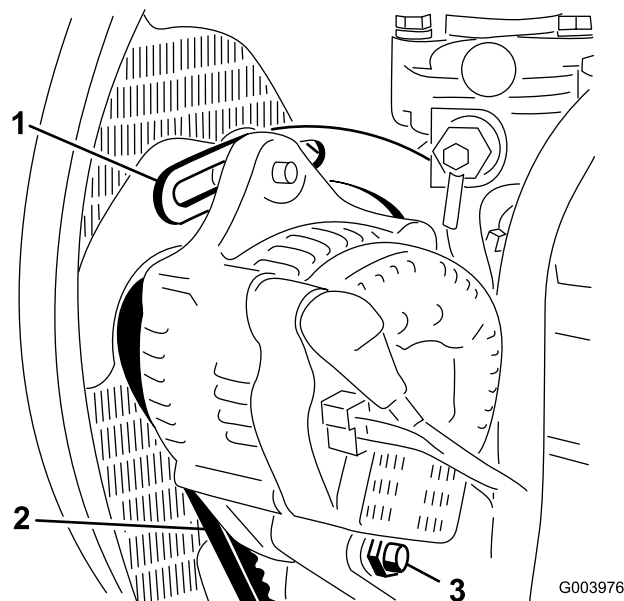

図 54
2. オルタネータ側プーリとクランクシャフト側プーリ間の中央部でオルタネータベルト(図 54)を指で10 kg程度の力で押してベルトの張りを点検する。
3. ブレースをエンジンに固定しているボルト(図 54)と、オルタネータをブレースとピボットボルトに固定しているボルトをゆるめる。